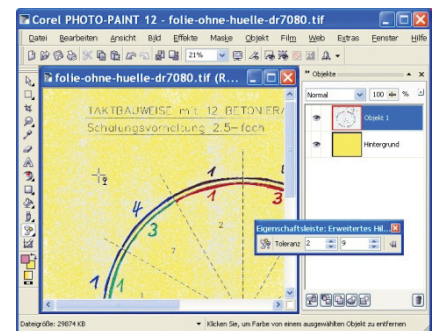

Abb. 10-43: Farbtransparenz bei zu geringer Toleranz
- Bei Bedarf ist die Toleranz schrittweise zu erhöhen oder ein anderer Pixel zu wählen (Abb. 10-43), bis die transparente Fläche auf dem gelben Hintergrund keine Fehlstellen mehr aufweist.